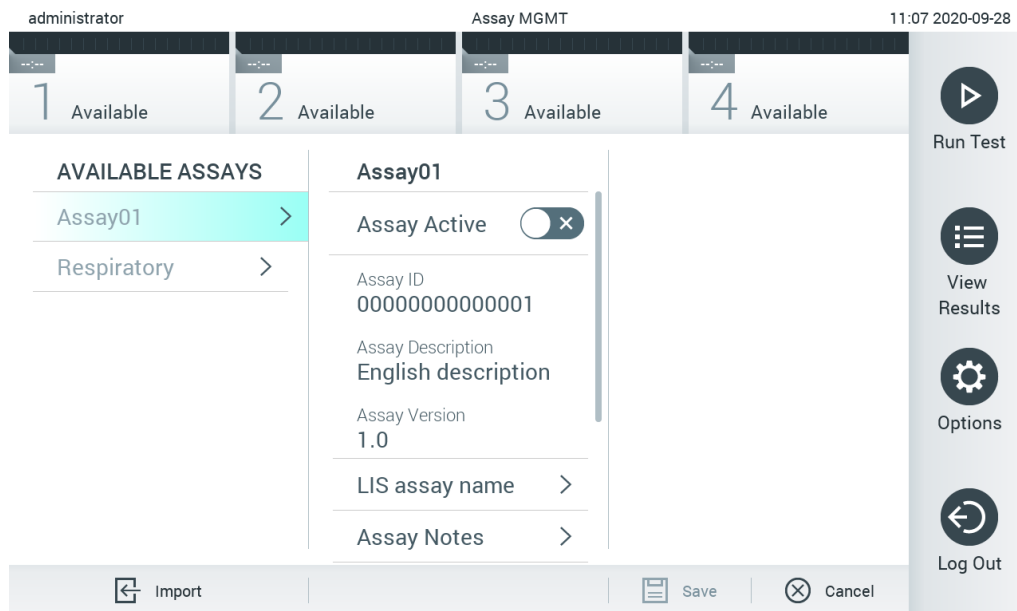

Рис. 60. Екран Assay Management (Керування аналізами).
2. Щоб імпортувати нові аналізи в аналізатор КВІАстат-ДКс (QIAstat-Dx) 1.0, натисніть кнопку **Options** (Параметри), а потім – **Assay Management** (Керування аналізами). Екран **Assay Management** (Керування аналізами) з'являється в області вмісту дисплея (рис. 60).